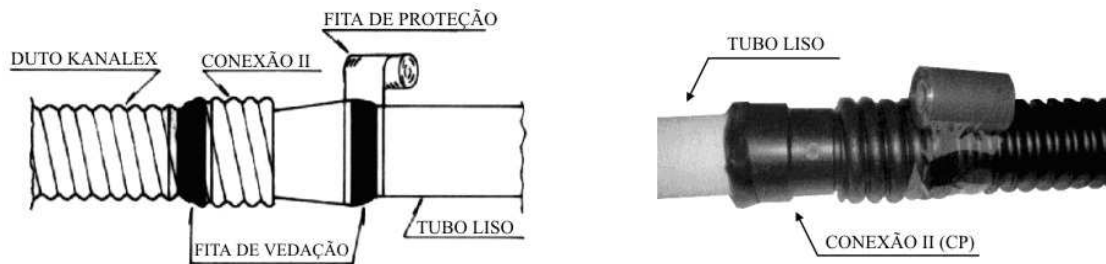

Figura 29
c) Aplicar la cinta aislante y, a continuación, la cinta de protección (Figura 29).